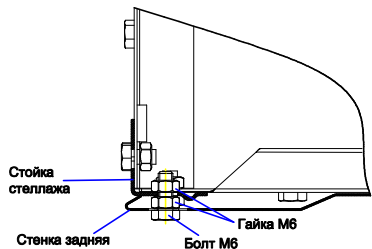

Рис.1
1. Поставить заднюю стенку к стеллажу так, чтобы болты попали в овальные отверстия стоек. (См. Рис.1)